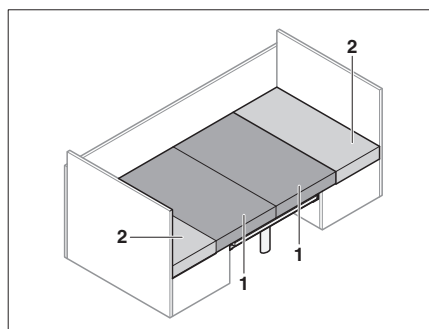

Bild 65 Efter ombyggnaden
- Drag sittdynorna (Bild 65,1) till mitten.
- Skjut in ryggdynorna (Bild 65,2) mellan sittdynorna och väggen.